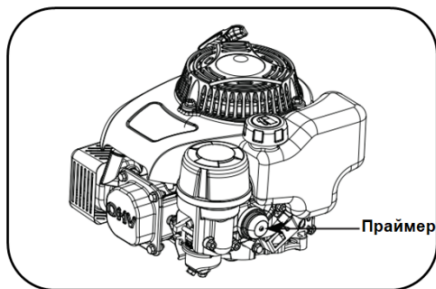

Рис. 10
1. При запуске холодного двигателя подкачайте топливо, нажав на кнопку праймера (рис. 10) 3-5 раз.